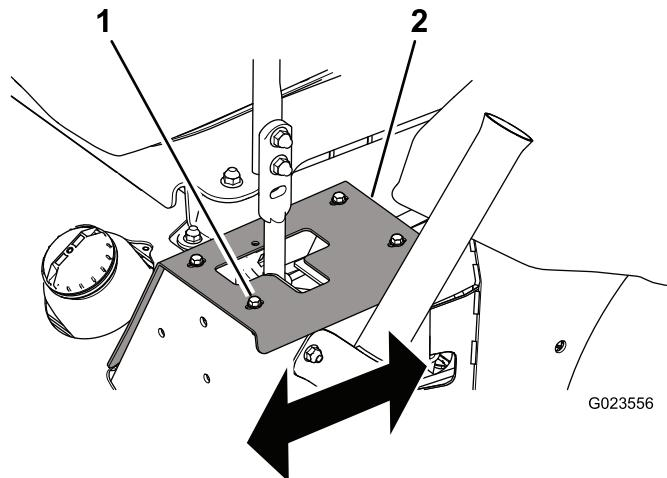

Figura 54
- Si se desvía hacia la derecha, afloje los pernos y ajuste la placa de tope izquierdo hacia atrás hasta que la máquina avance en línea recta (Figura 54).
- Si se desvía hacia la izquierda, afloje los pernos y ajuste la placa de tope derecho hacia atrás, hasta que la máquina avance en línea recta (Figura 54).
1. Perno (4)
- Apriete los pernos para sujetar la placa de tope (Figura 54).